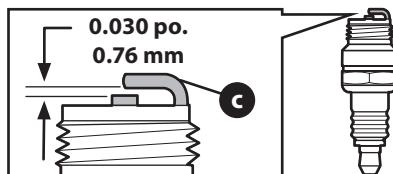

Figure 11
- Mesurez l'écartement avec une jauge d'épaisseur. Pliez un peu le côté de l'électrode (c) pour ajuster l'écartement. (Figure 11). L'écartement doit être de 0,76 mm (0,030 po).